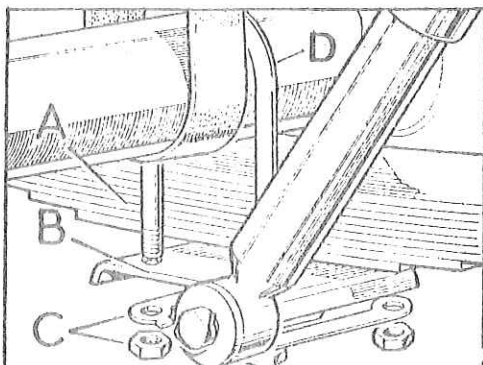

Fig. E -22 Ballesta trasera y eje (Modelo 88'')
- 1.4. Soltar las cuatro tuercas y las dos placas-fijador, C (Fig. E -22), que fijan la ballesta al eje. Dejar la placa enganchada a la cabeza del amortiguador (solo en modelo 88'').
Fig. E -22 bis Ballesta trasera y eje (Modelo 109'')